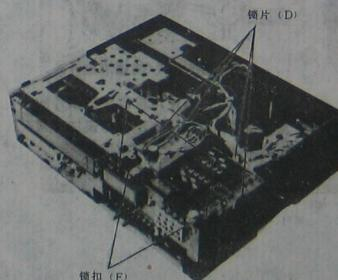

图 1-13 拆卸频道预调电路板 (2)
(3) 参看图 1-13, 拨开 4 个锁片 (D), 将频道预调电路板向机器的前面转动, 直至两个锁扣 (E) 脱开为止, 即可拆卸下频道预调电路板。